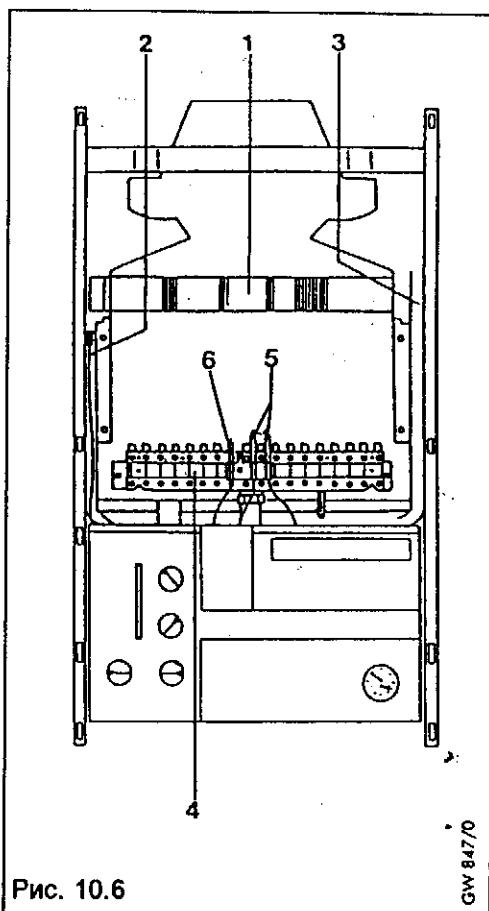

Рис. 10.6
- Отвинтить три винта (1) и снять облицовку (2).
- Отвинтить два винта (3) и снять облицовку (4).
10.2.4 Проверка первичного теплообменника (рис. 10.6)
- Проверить первичный теплообменник (1), остатки сгорания удалить мягкой щеткой.
- Для демонтажа первичного теплообменника ослабить резьбовые подключения подающей (2) и обратной (3) линий на концах противоположных первичному теплообменнику и вытащить вперед вместе с первичным теплообменником.
10.2.5 Проверка горелки (рис. 10.6)
- Остатки сгорания на горелке (4) удалить мягкой щеткой. Проверить состояние